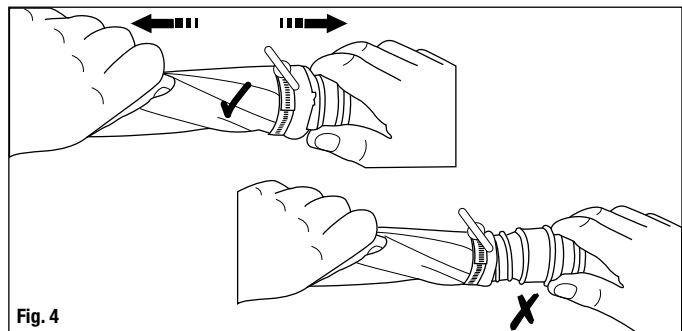

Fig. 4
- Jale 2-3 veces con fuerza el adaptador para asegurar que la prensa esté fija y que el adaptador no se desconecte de la prensa y se salga de la capucha (Fig. 4). Si la abrazadera se zafa, entonces comience de nuevo el proceso de ajuste conforme el Paso (a) indicado con anterioridad.